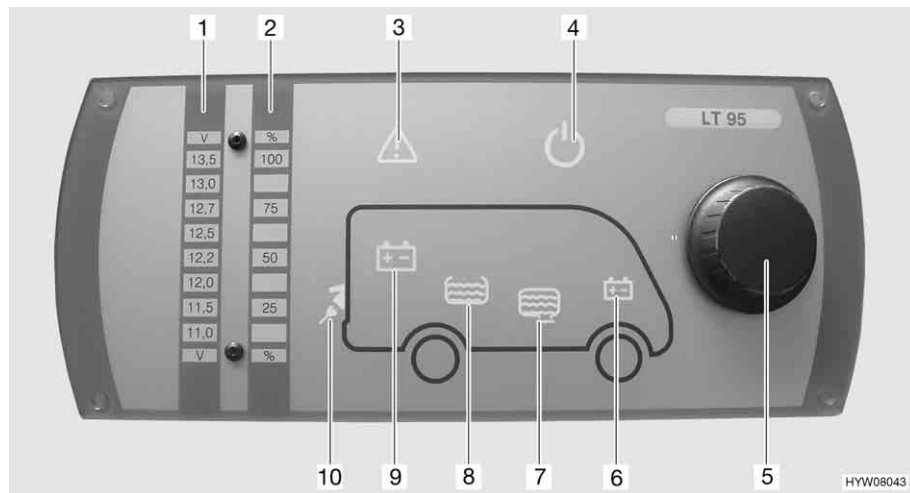

Fig. 121 Pannello di controllo (LT 95)
Il pulsante a rotazione (Fig. 121,5) inserisce o disinserisce il pannello di controllo e l'alimentazione a 12 V dell'abitacolo.
Accensione: ■ Premere il pulsante a rotazione (Fig. 121,5): L'alimentazione a 12 V dell'abitacolo è inserita. La spia di controllo a 12 V (Fig. 121,4) diventa verde.
Spegnimento: ■ Premere il pulsante a rotazione (Fig. 121,5): L'alimentazione a 12 V dell'abitacolo è disinserita. La spia di controllo a 12 V (Fig. 121,4) si spegne.
Mediante il pulsante a rotazione (Fig. 121,5) si possono interrogare sia la tensione della batteria dell'abitacolo che la tensione della batteria di avviamento. La tensione viene visualizzata sulla scala indicatore per la tensione della batteria (Fig. 121,1).
Indicazione: ■ Ruotare il pulsante a rotazione (Fig. 121,5) in senso orario, finché si accende il simbolo della batteria della quale deve essere interrogata la tensione.
- Leggere la tensione sulla scala indicatore della tensione della batteria (Fig. 121,1).
Mediante il pulsante a rotazione (Fig. 121,5) si possono interrogare sia il livello del serbatoio dell'acqua che il livello del serbatoio delle acque grigie. Il livello viene visualizzato sulla scala indicatore livello dei serbatoi (Fig. 121,2).
- Ruotare il pulsante a rotazione (Fig. 121,5) in senso orario, finché si accende il simbolo del serbatoio del quale deve essere interrogato il livello.
- Leggere il livello sulla scala indicatore del livello serbatoio (Fig. 121,2).
La spia luminosa Alarm (Fig. 121,3) lampeggia non appena i valori limite fissati vengono superati per eccesso o per difetto.
La spia luminosa Alarm (Fig. 121,3) lampeggia non appena la tensione della batteria scende al di sotto di 11 V. Se l'alimentazione a 12 V è accesa, si accende anche il relativo simbolo della batteria (Fig. 121,6 o 9), e l'indicatore "11,0" sulla scala indicatore della tensione della batteria (Fig. 121,1) lampeggia. Rischio di uno scaricamento totale della batteria.
La spia luminosa Alarm (Fig. 121,3) lampeggia ed il relativo simbolo del serbatoio (Fig. 121,7 o 8) si accende non appena il serbatoio dell'acqua è vuoto o il serbatoio delle acque grigie è pieno.
La spia di controllo a 230 V (Fig. 121,10) si accende quando all'ingresso della centralina elettrica è presente una tensione di rete.